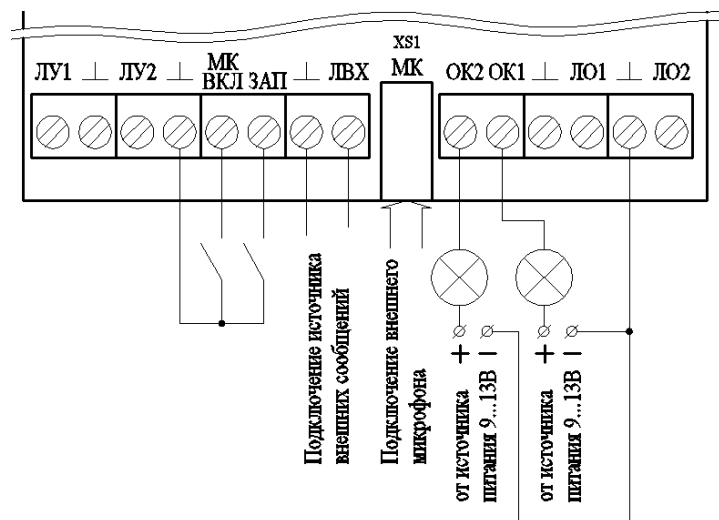

Рисунок 5. Схема подключений источника внешних сообщений, микрофона, открытых коллекторов (ОК1 и ОК2) и схема активации микрофона и источника внешних сообщений
- выход транзисторного ключа, клемма «ОК1» относительно «┴», служит для подключения звукового или светового оповещателя с током потребления не более 50 мА, с целью привлечения внимания персонала при нарушении целостности линий оповещения и управления, отсутствии сетевого питания и/или АКБ, а также разряда АКБ до напряжения менее 20,4В(±0,2В) (см. рис. 5);